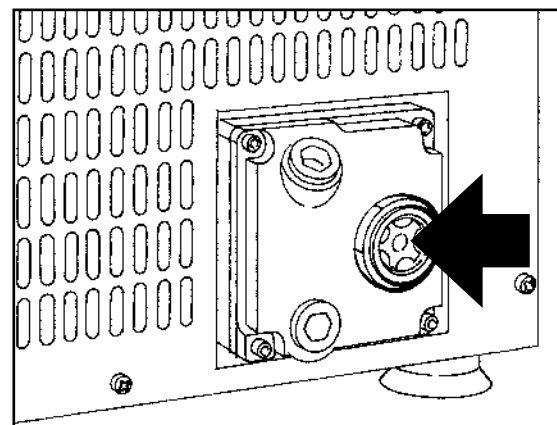

Fig. 2
- Controlar el correcto nivel del aceite de la bomba, visible en la mirilla testigo de la bomba misma (**Fig. 2**). En caso de nivel insuficiente, aplicar las instrucciones del apartado "SUSTITUCIÓN DEL ACEITE DE LA BOMBA".